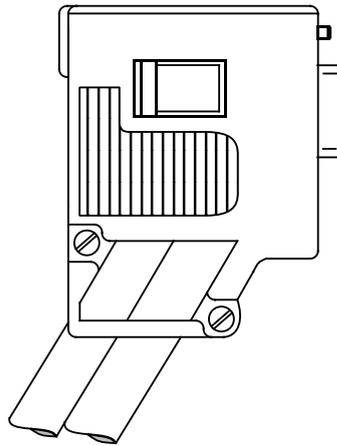

Bild 1.16 L2-Busanschlußstecker in Schutzklasse IP 20 ohne Anschluß für PG
- L2-Busanschlußstecker in Schutzklasse IP 20 ohne zusätzlichem Anschluß für Programmiergerät (Bild 1.16)